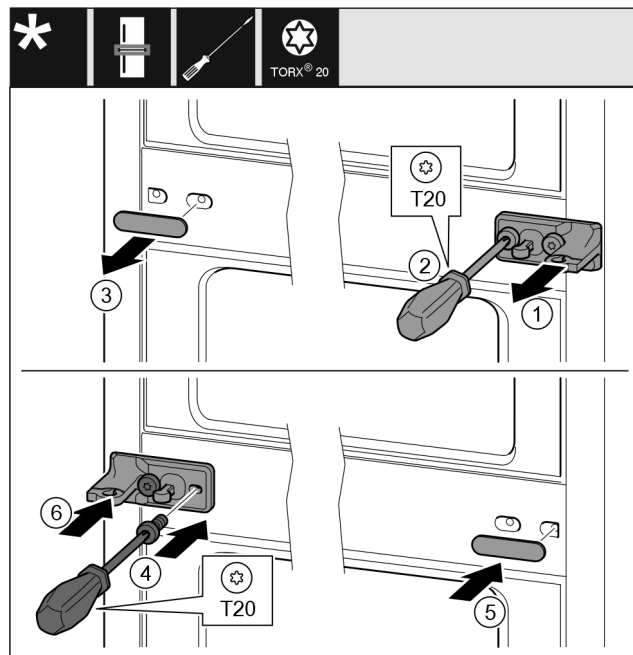

Fig. 33
- ▶ Zdjąć podkładkę. Fig. 33 (1)
- ▶ Śruby wykręcić przy pomocy śrubokręta T20. Fig. 33 (2)
- ▶ Ostrożnie zdjąć osłonę. Fig. 33 (3)
- ▶ Płytkę zawiasu wraz z folią obrócić o 180° przykręcić z drugiej strony. Fig. 33 (4)
- ▶ Osłonę obrócić o 180° założyć z drugiej strony. Fig. 33 (5)
- ▶ Podkładkę wsunąć od przodu. Fig. 33 (6)